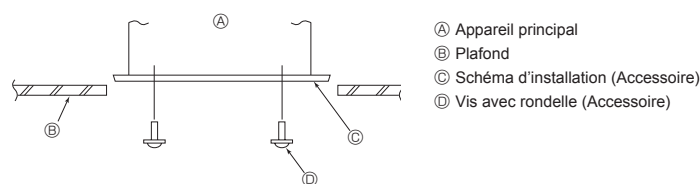

Fig. 4-7
4.6. Confirmer l'emplacement de l'appareil principal et serrer les boulons de suspension (Fig. 4-7)